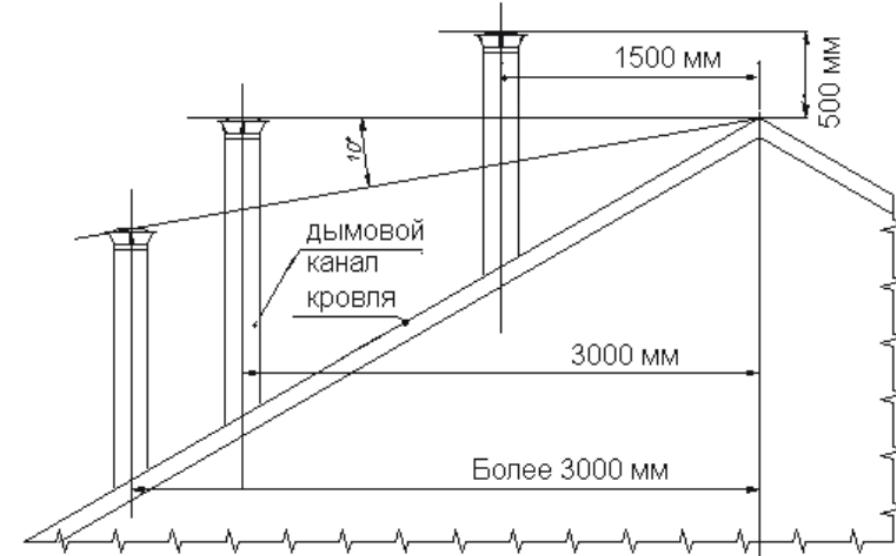

Рис.2. Схема определения высоты
6.7. Возвышение дымового канала над кровлей следует принимать (см. рис.2):
**⚠ ВНИМАНИЕ!** Стыковка «сэндвичей» производится по «конденсату» (см. рис.2). Зазоры в местах соединения элементов необходимо заполнить жаростойким герметиком и скрепить обжимными хомутами.
7.11. В соответствии с вышеизложенными Требованиями к дымоотводящим каналам п.6 и (рис.2) настоящего руководства вывести дымовую трубу на высоту гарантирующую стабильность тяги.